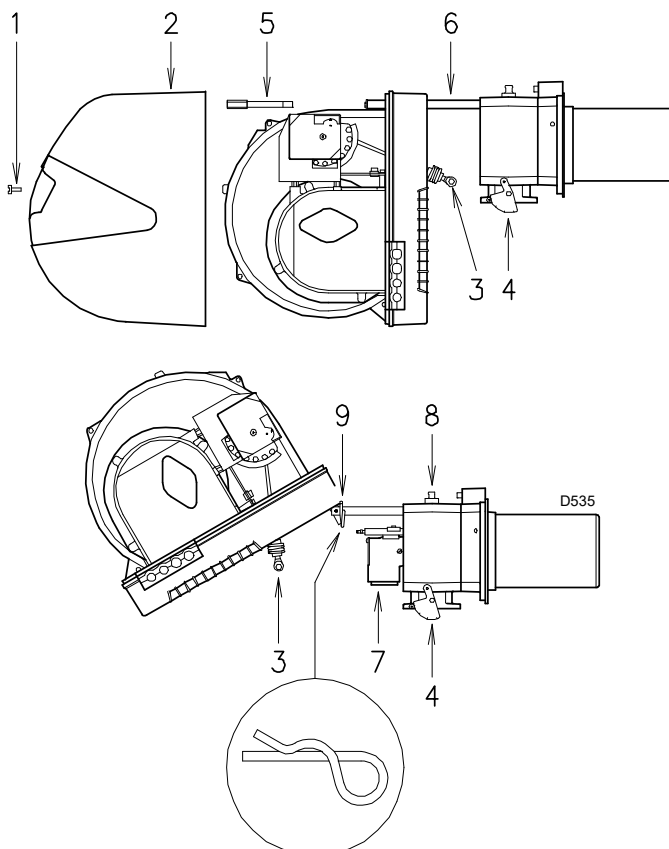

Fig. 31
- Retirer la vis 1 et extraire le capot 2 (Fig. 31)
On peut alors extraire le distributeur de gaz 7) après en avoir retiré la vis 8)(Fig. 31).
- Enlever la goupille 9)(Fig. 31) et pousser le brûleur jusqu'à environ 100 mm du manchon. Rebrancher les câbles et faire glisser le brûleur jusqu'en butée. Remettre la vis 5) et la goupille 9) et tirer délicatement vers l'extérieur les câbles de la sonde et de l'électrode, jusqu'à les mettre légèrement en tension. Raccrocher la rotule 3) au secteur gradué 4).